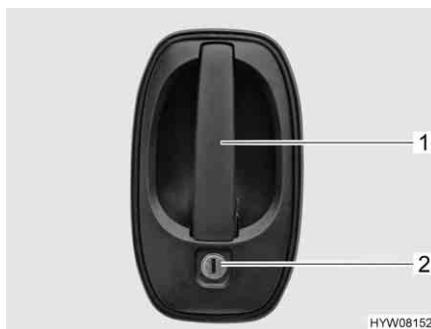

Fig. 55 Serratura della porta (porta conducente/porta di ingresso, lato esterno)
- Inserire la chiave nel cilindro della serratura (Fig. 55,2) e ruotare fino a quando la serratura della porta si sblocca.
- Tirare la maniglia della porta (Fig. 55,1). La porta è aperta.
- Inserire la chiave nel cilindro della serratura (Fig. 55,2) e ruotare fino a quando la serratura della porta si blocca.